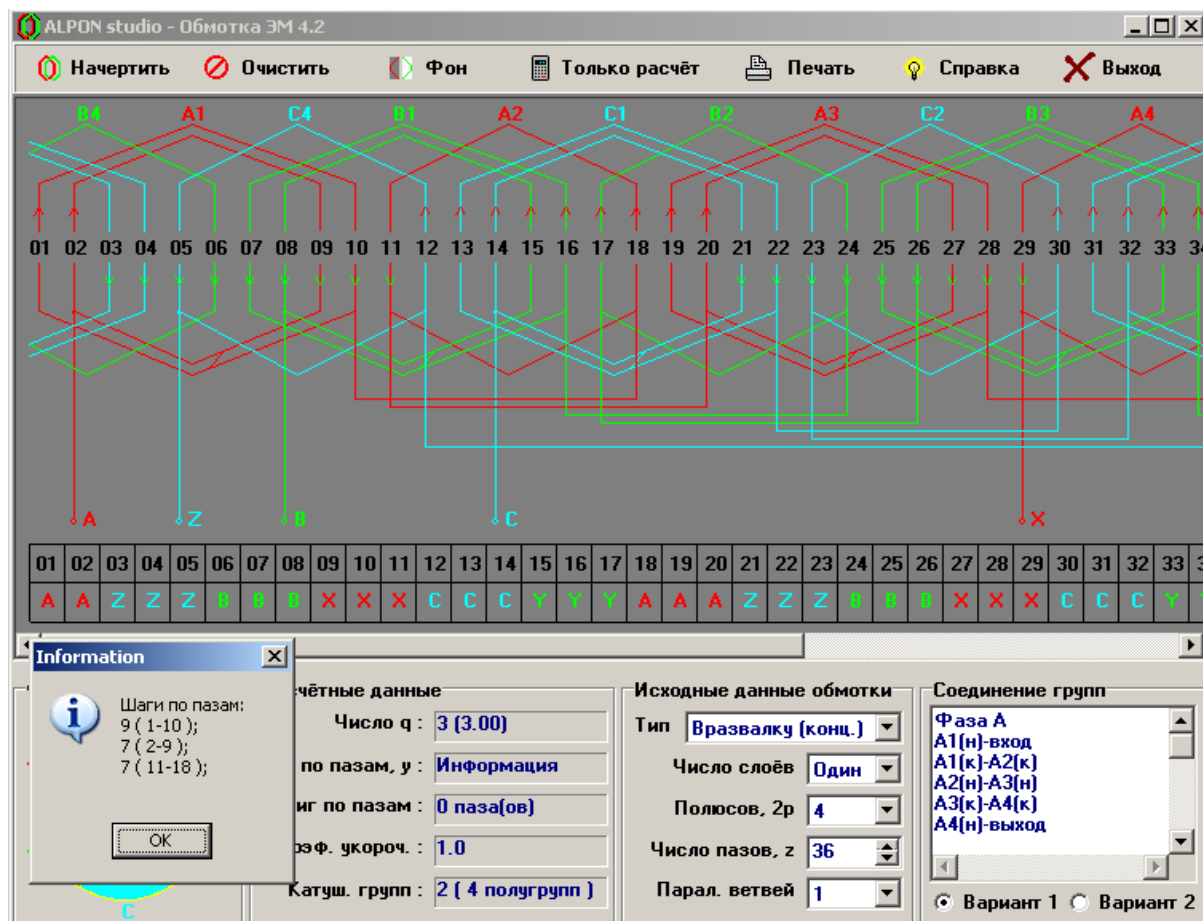

Рисунок 4. Главное окно (обмотка однослойная "вразвалку").
- Обмотка "вразвалку", однослойная, $2p = 4$, $z = 36$, $a = 1$ (рис. 4).